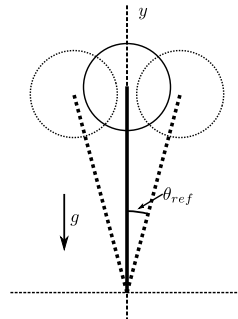

Fig. 5: Pêndulo com roda inercial (trajetória oscilante).
- 2) Fazê-lo oscilar na posição vertical em ângulos laterais de  $\theta_{ref} = 15^\circ$  (ver Fig. 5).